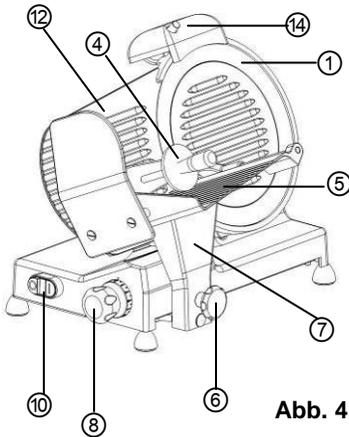

Abb. 4
- Vor der Inbetriebnahme des Gerätes Folgendes überprüfen (**Abb. 4**):
Betrieb des Gerätes (Abb. 4, 5)